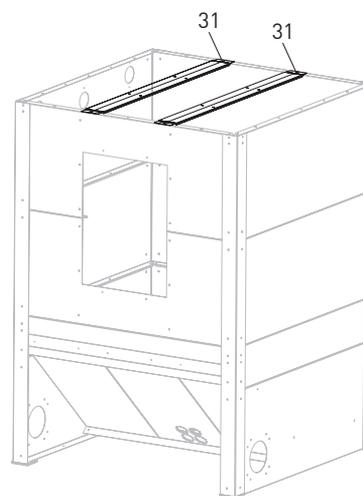

Fig.14 Montaggio dei supporti del cielo
Applicare 2 supporti (31) **all'interno** nel bordo ripiegato delle pareti laterali e fissarli ciascuno con 2 viti dall'esterno verso l'interno alle pareti laterali – Fig. 14.